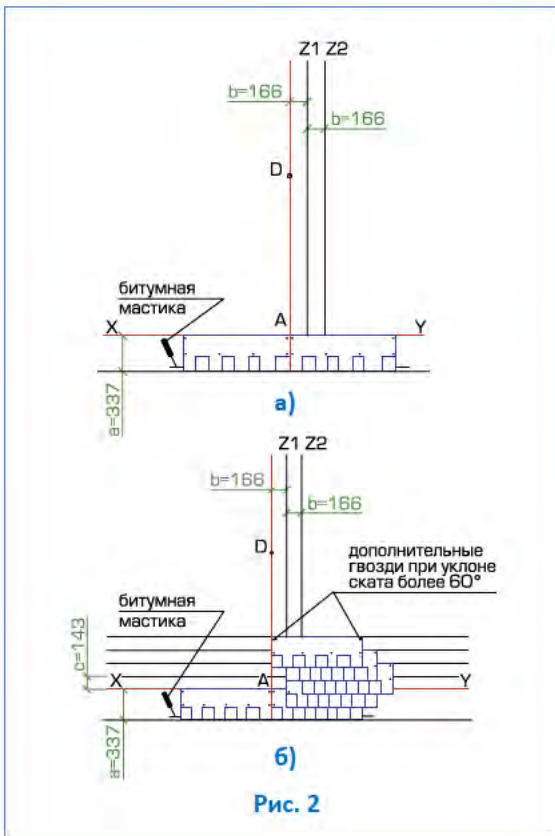

Рис. 2
Укладка материала (рис. 2)
- первый ряд черепицы укладывается от линии AD (рис. 2а);
- второй ряд укладывается от линии Z1 (со смещением 16,6 см от AD) (рис. 2б);
- третий ряд укладывается от линии Z2 (со смещением 16,6 см от Z1) (рис. 2б);
- четвертый ряд — от линии Z1 (рис. 2б);
- пятый ряд — от линии AD (рис. 2б);
Каждый лист черепицы ПРЕМЬЕР крепится 4 гвоздями таким образом, чтобы гвоздь прошивал и верхний край низлежащего листа черепицы ПРЕМЬЕР (рис. 2а, 2б). При укладке черепицы на скатах при уклоне больше 60° лист должен крепиться 6 гвоздями (2 дополнительных гвоздя фиксируют верхние углы листа на расстоянии от краев 2,5 см).